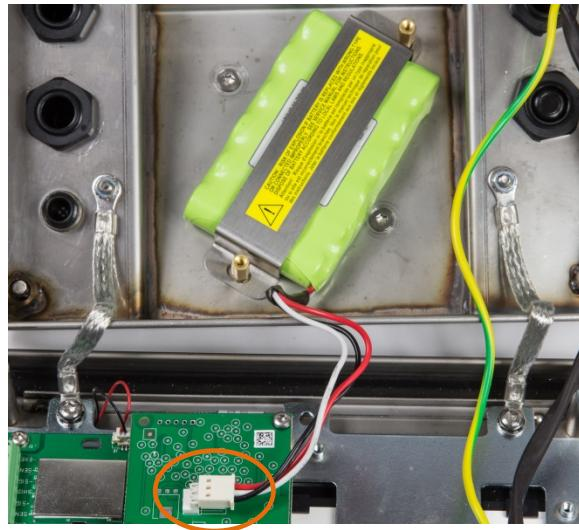
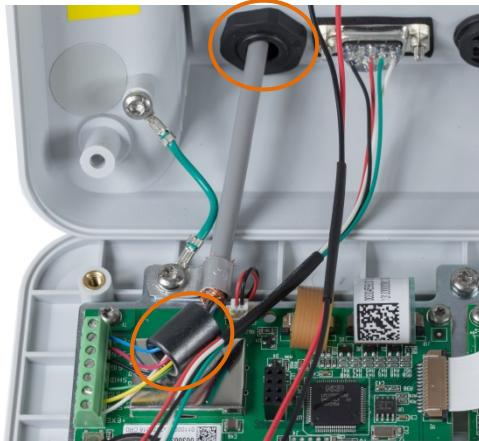

Figura 2-22: Batería NiMH instalada en el IND236
Figura 2-27: Instalación de la ferrita del cable de la celda de carga analógica y conexión a tierra del chasis, IND231
2. Coloque la batería en el compartimiento y asegúrela con el soporte proporcionado y dos postes hexagonales, como se muestra en la Figura 2-22.
3. Conecte el cable de la batería en el conector de la tarjeta de carga, como se indica en la Figura 2-22.
1. El cable de la celda de carga entra a la caja a través del casquillo para cable indicado en la Figura 2-27.
4. La pinza de conexión a tierra incluida con el terminal se usa para conectar el blindaje expuesto (Figura 2-22) con la placa de montaje metálica usando el tornillo de fijación del alambre de bisagra de la caja, como se muestra en la Figura 2-27.